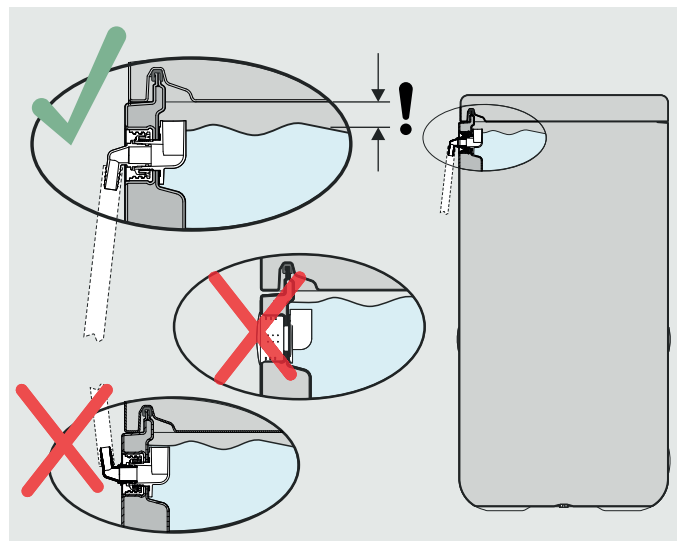

Fig. 4-6 Montaggio del tubo flessibile di scarico sul troppopieno di sicurezza
- Collegare tubo di scarico con giunto per troppopieno di sicurezza (cfr. fig. 4-6 e fig. 3-1, pos. 23).